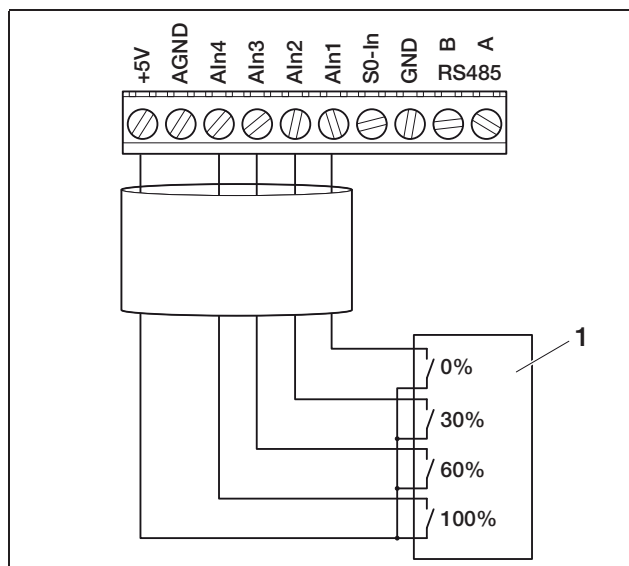

Figura 59: Collegamento del ricevitore di segnali all'inverter
- Collegare i cavi del ricevitore di segnali in base alla loro assegnazione (figura 59 e tabella 8).